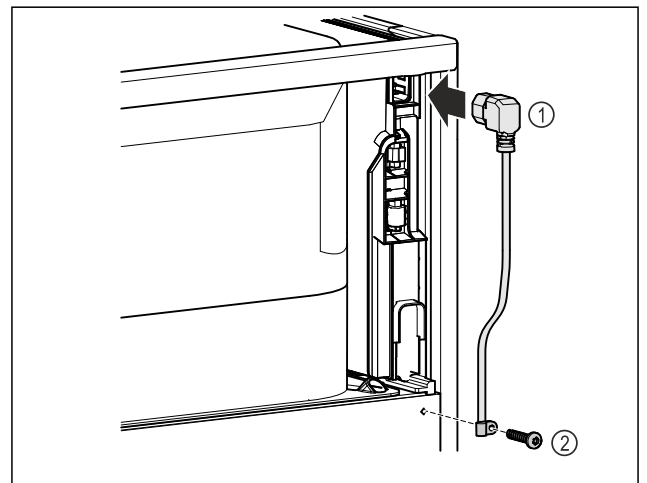

Fig. 11
- Futni spinën e pajisjes ftohëse të kordonit të lidhjes elektrike Fig. 11 (1) në pjesën e pasme të pajisjes.
► Montoni fiksuesin e kablllos. Fig. 11 (2)